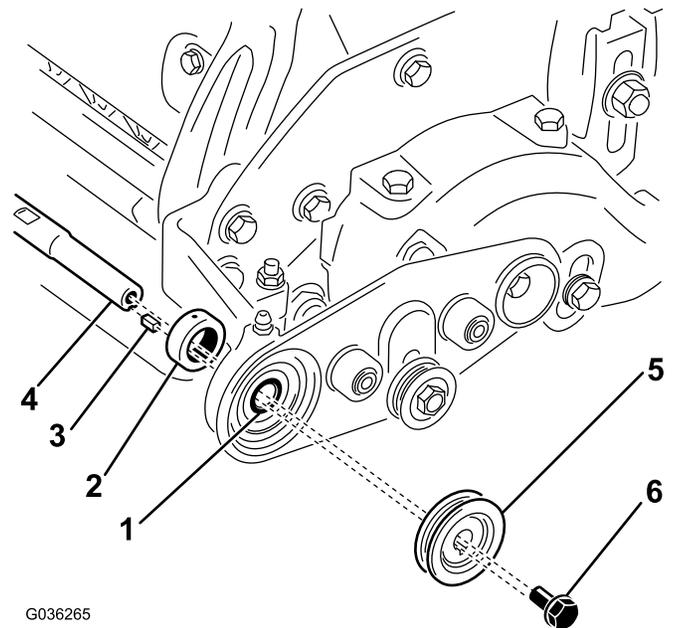

Figura 16
- C. Empurre o anel de fixação para o olhal no eixo das escovas. Insira o eixo das escovas no rolamento no suporte da escova direita, consulte a Figura 16.
- D. Aplique composto antigripagem na ranhura da chave e instale a chave quadrada no eixo (Figura 16).
- E. Empurre a polia de transmissão para o eixo e aperte-o no sítio com o parafuso com rosca de bloqueio (5/16 x 5/8 pol.) como se mostra na Figura 16.